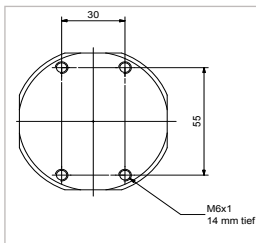
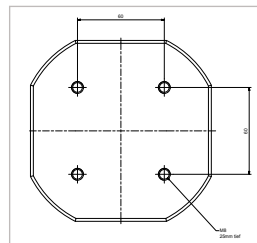

Figure 3
Figure 4
- En option, le filtre en T peut se fixer à n'importe quel endroit par les 4 alésages. Pour ce faire, fixez le filtre en T en respectant les schémas de perçage (*Figure 3* et *Figure 4*).